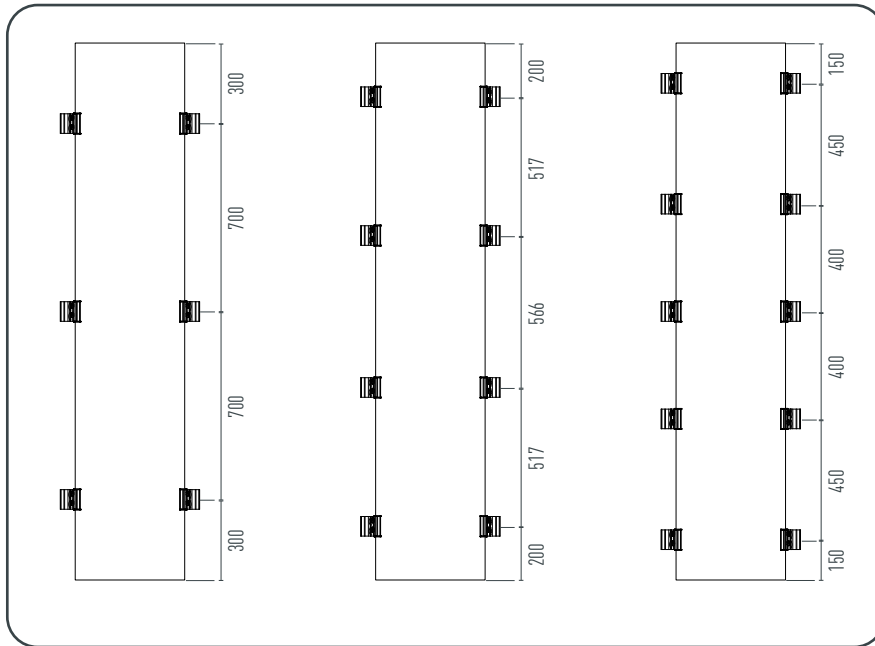

Figure 6 - Positionnement des pattes de fixation
Le schéma (Fig. 6) montre trois variantes différentes pour le montage du module solaire PREFALZ avec 6, 8 ou 10 points de fixation. Le schéma indique la distance des pattes de fixations selon la variante souhaitée.
- Raccordement des fiches/connecteurs solaires (Fig. 6).
- Poncer les surfaces de collage (Fig. 6)